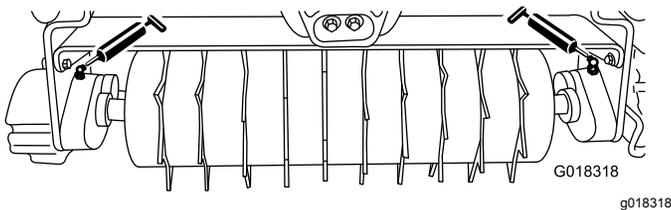

Figure 6
Lubrifiez les 2 graisseurs (Figure 6) situés sur chaque unité d'aération avec de la graisse au lithium n° 2 toutes les 15 heures d'utilisation. Pour obtenir des résultats optimaux, utilisez une pompe à graisse manuelle.
2. Essuyez chaque graisseur (Figure 6) avec un chiffon propre.